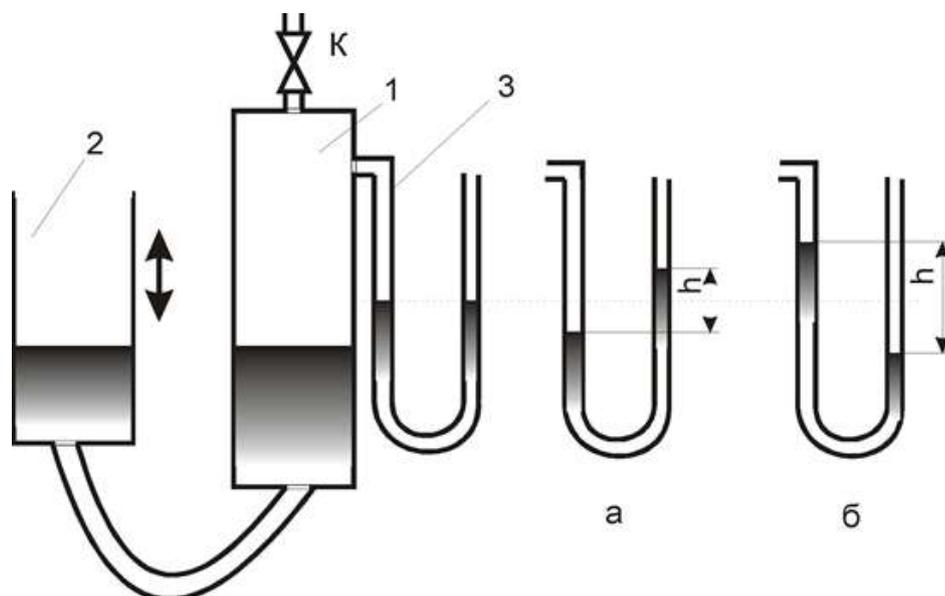

Рис.3.1 Схема лабораторной установки для измерения избыточного давления и разрежения
Для измерения избыточного давления и разрежения в лабораторной установке (рис. 3.1) предусмотрен небольшой замкнутый резервуар 1 с краном К, заполненный воздухом и
После закрытия крана и перемещения резервуара 2 вверх, над жидкостью в резервуаре 1 создается избыточное давление за счет перелива жидкости из резервуара 2 в резервуар 1. Это избыточное давление измеряется разностью уровней жидкости в правом и левом колена U-образного пьезометра (рис. 3.1,а).
При перемещении резервуара 2 вниз и закрытом кране на резервуаре 1 из-за перелива части жидкости из резервуара 1 в резервуар 2 в замкнутом пространстве резервуара 1 создается вакуум. Величина вакуума измеряется также U-образным пьезометром (рис. 3.1,б).
1. При открытом кране К установить положение резервуара 1 и 2 в соответствии с рис. 3.1.
4. Записать в журнал наблюдений величину  $h$  (рис.3.1а), характеризующую избыточное давление. Следует провести 2-3 опыта, меняя избыточное давление. Опытные данные занести в таблицу 3.1.
5. Перемещая резервуар 2, создать вакуум в замкнутой воздушной области резервуара 1; измерить его величину по пьезометру 3 (рис.3.1б). Так же, как и в предыдущем случае, следует провести 2 - 3 опыта, меняя величину вакуума. Опытные данные занести в таблицу 3. 2.